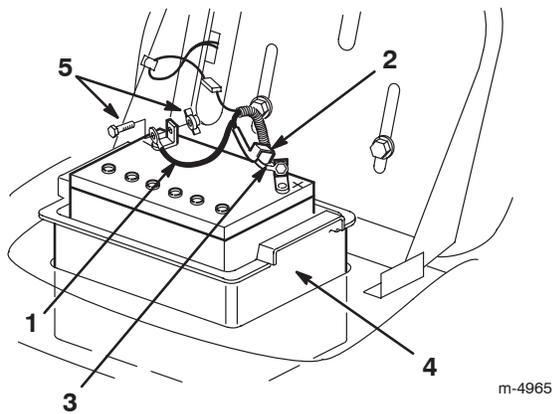

Figure 18
- Débranchez le câble négatif (noir) de mise à la masse de la borne de la batterie (Fig. 18).
- Repoussez le capuchon en caoutchouc sur le câble positif (rouge). Débranchez le câble positif (rouge) de la borne de la batterie (Fig. 18).
- Déposez le compartiment de la batterie et la batterie du châssis (Fig. 18).
- Placez le compartiment de la batterie et la batterie dans le châssis (Fig. 18).
- Connectez le câble positif (rouge) à la borne positive (+) de la batterie à l'aide du boulon et de l'écrou papillon (Fig. 18).
- Connectez le câble négatif (noir) à la borne négative (-) de la batterie à l'aide du boulon et de l'écrou papillon (Fig. 18).